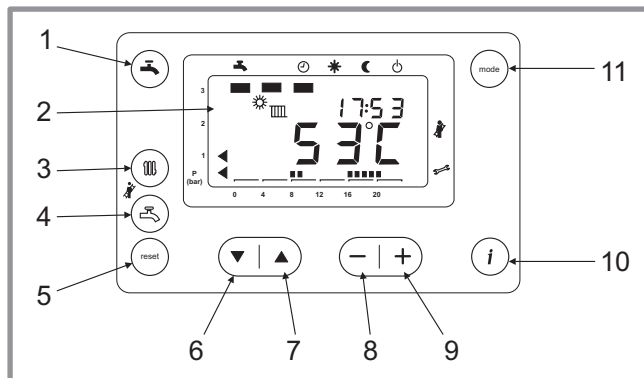

Figure 32 - Tableau de contrôle
Appuyer simultanément sur  et  pendant 6 secondes (repères 3 et 4, Figure 32).
- Appuyer sur la touche ▼ (repère 6, Figure 32).
Il est possible de contrôler les allures intermédiaires en ajustant le % à l'aide des touches (+) et (-) (repères 8 et 9, Figure 32).